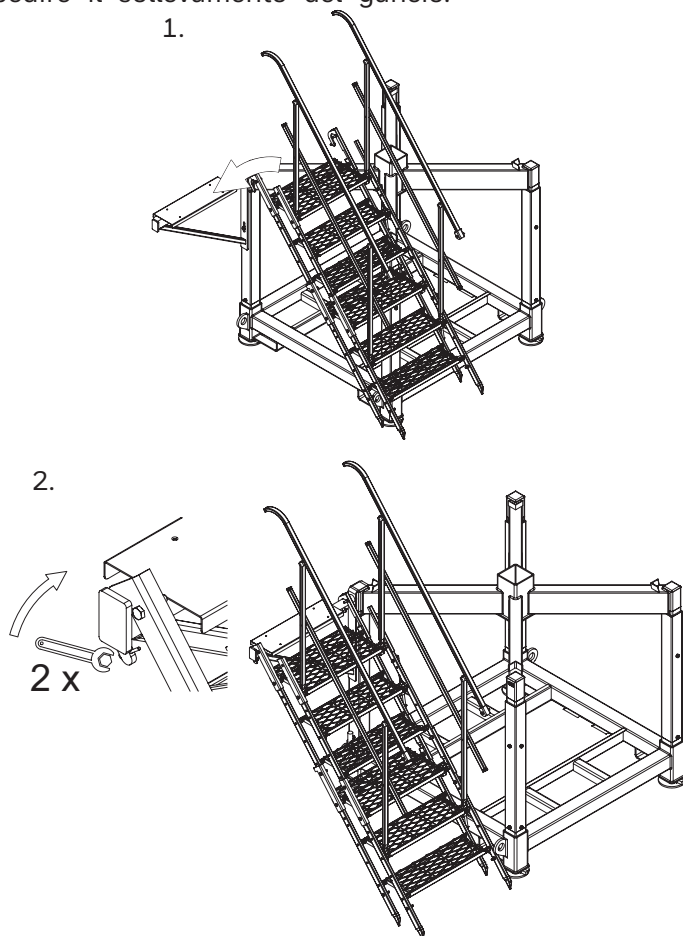

Figura 32. Montare la scala laterale sulla staffa 8890. Controllare la scala di cantiere UI prima dell'installazione
13.2. Montare la scala laterale sulla staffa 8890 in due semplici passi, vedere Figura 32: